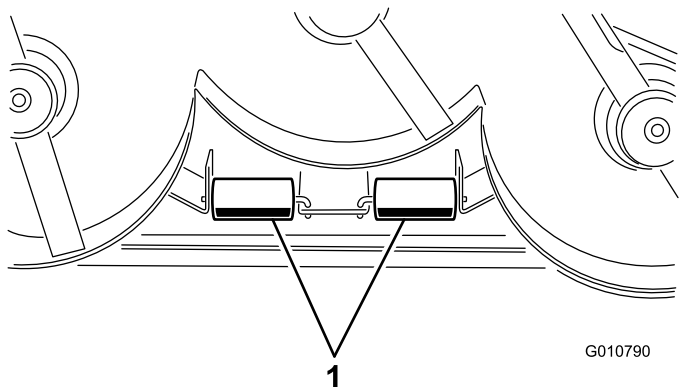

Figura 13
1. Retire las chavetas que sujetan los ejes de los rodillos a los soportes de la parte inferior de la carcasa (Figura 13).